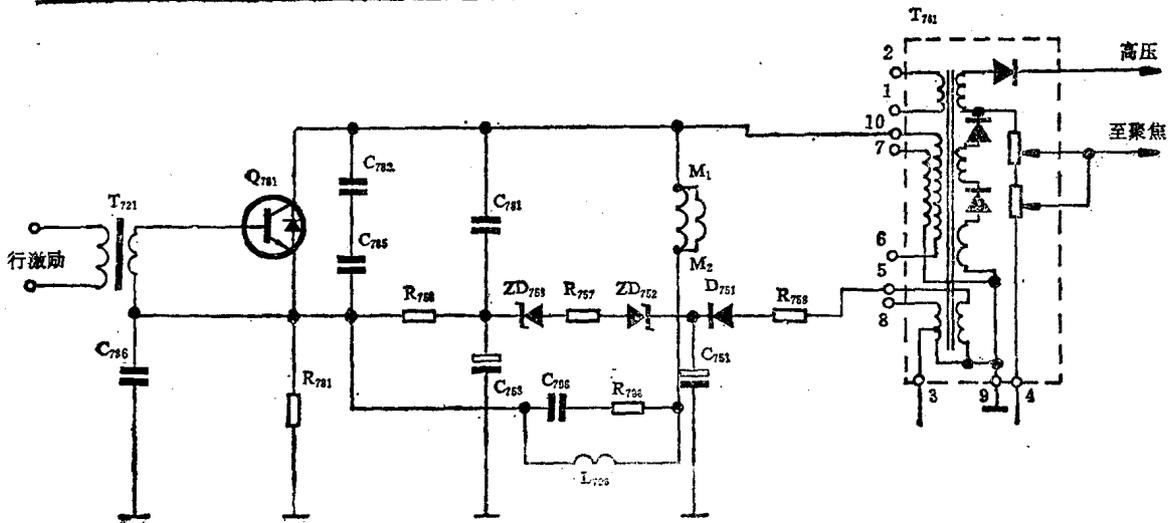

图1
该机属NP84C机型。接通电视机电源的瞬间, 机内发出“吱”的一声后, 电视机无光栅, 无伴音。这一现象说明机内有短路故障。是由于机内过流和过压保护电路工作所致, 故障在电源电路或扫描电路。检查电源电路, 测量116V输出为0V, 再测量 Q_{701} 的c极有整流后的290V左右的脉动直流电压, 说明整流电路工作正常, 稳压电路或负载电路有故障。而负载电路的故障最大的可能性是行扫描电路。检查图1所示行扫描电路, 行输出管 Q_{781} 、逆程电容 C_{781} 、 C_{782} 、 C_{783} 等都是好的。测量行输出管集电极对地电阻为 3.2Ω 左右(正常值为 22Ω), 断开行输出变压器⑩脚后, 测量行输出管集电极对地电阻为无穷大, 怀疑行输出变压器 T_{761} 初级局部短路, 用三用表测量 T_{761} 各脚对地直流电阻(正常值见表1)均不正常, 更换一只新的行输出变压器后, 机器恢复正常, 故障排除。